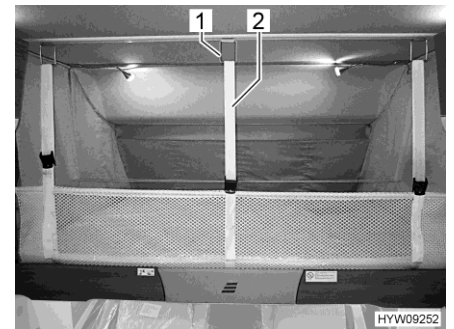

Bild 107 Skyddsnet (höjbar säng)
- Lossa säkerhetsremmarna (Bild 107,2) och lägg skydds nätet under madrassen.
Hänga upp: ■ Haka fast säkerhetsremmarna (Bild 107,2) i krokarna (Bild 107,1) i taket.